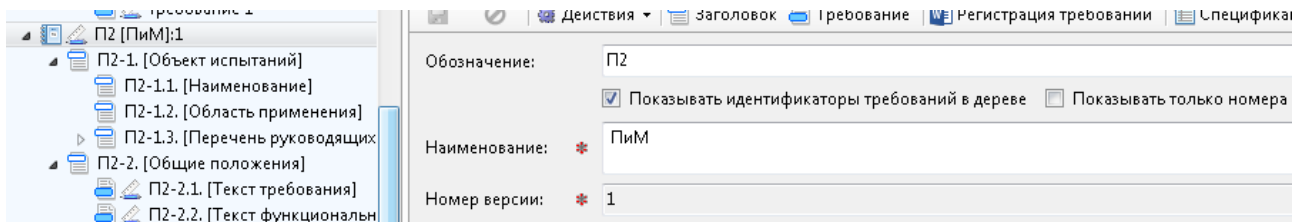

Рисунок 33 — Сформированный идентификатор отображения в дереве
- нажать «Сохранить» и «Обновить». При отображении в дереве перед текстом требований будет сформированный идентификатор (Рисунок 33);